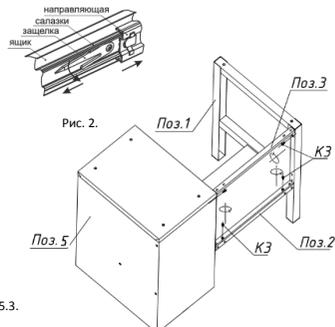

Рис.4 Крепление стенок к опорам (тумбам) и полке.
- Прикрепить Стенку поз. 3 к Опорам (Тумбам) и Полке, с помощью винтов К3 (см. Рис. 4).